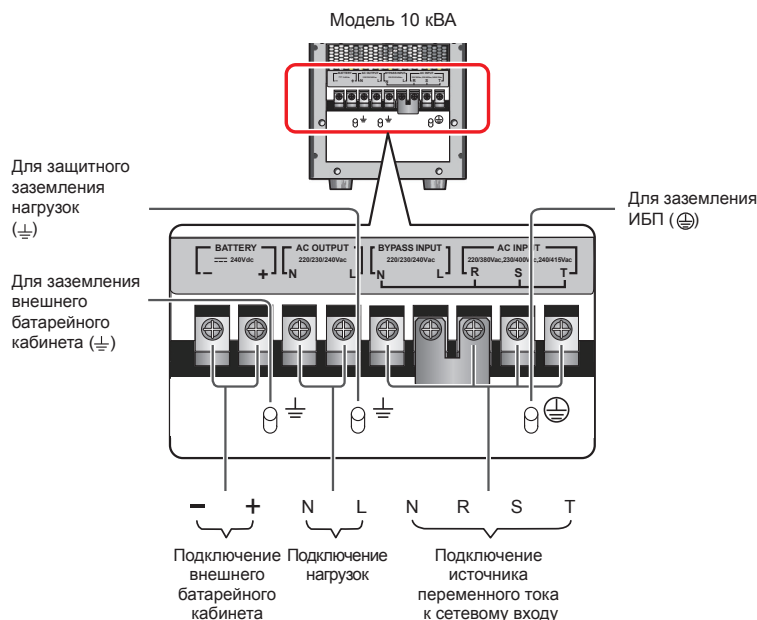

Рис. 6-13. Схема подключения в одиночного ИБП 10 кВА в конфигурации с одним входом
- 7 Подключите кабели электросети переменного тока, нагрузок и внешнего батарейного кабинета к соответствующим зажимам ИБП (см. **Рис. 6-13, 6-14**).
- 2** Подключите кабели электросети переменного тока, нагрузок и внешнего батарейного кабинета к соответствующим зажимам ИБП (см. **Рис. 6-13, 6-14, 6-17**).